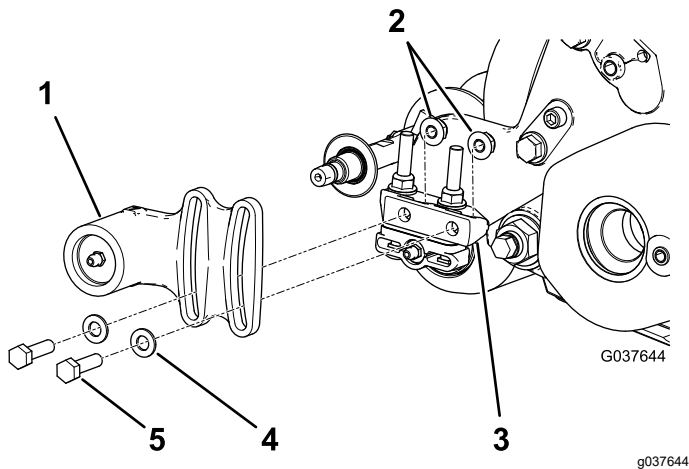
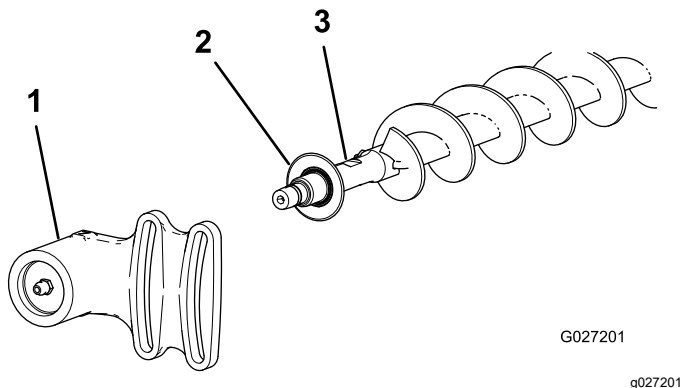

Figure 20
Figure 21
1. Si une brosse à rouleau est montée sur l'unité de coupe, enlevez les 2 boulons, rondelles et écrous qui fixent le logement de roulement libre au support de fixation du logement de roulement (Figure 20 et Figure 21).
2. Faites glisser le logement de roulement libre et le joint d'étanchéité pour les déposer de l'arbre de la brosse (Figure 21).
9. Montez le joint d'étanchéité et le logement de roulement libre sur l'arbre de brosse (Figure 21).